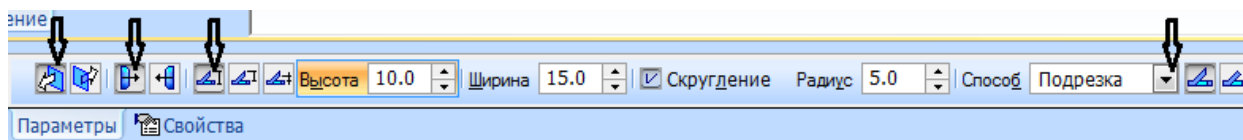

Рисунок 77.
4. На Панели свойств нажмем кнопку «Прямое направление» (рисунок 77), положение жалюзи от отрезка - «Жалюзи справа», размер высоты жалюзи - «Полный», способ создания жалюзи - «Подрезка». Параметры высоты жалюзи - **10мм**, ширина-**15мм**, радиус скругления – **5мм**.